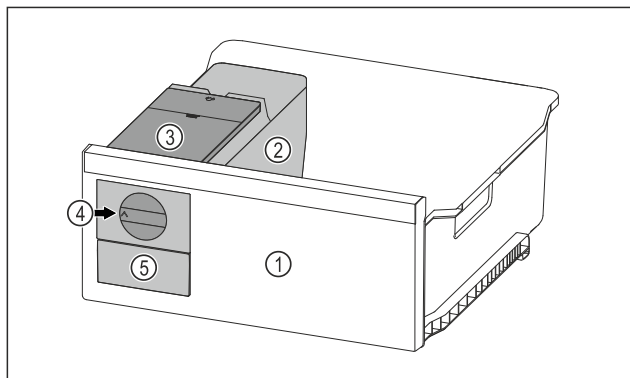

Fig. 214 Beispielhafte Darstellung
- Drehknopf Fig. 214 (4) im Uhrzeigersinn bis zum Anschlag drehen.
- Eiswürfel fallen aus der Eiswürfelschale in das Eiswürfel Schubfach Fig. 214 (5).